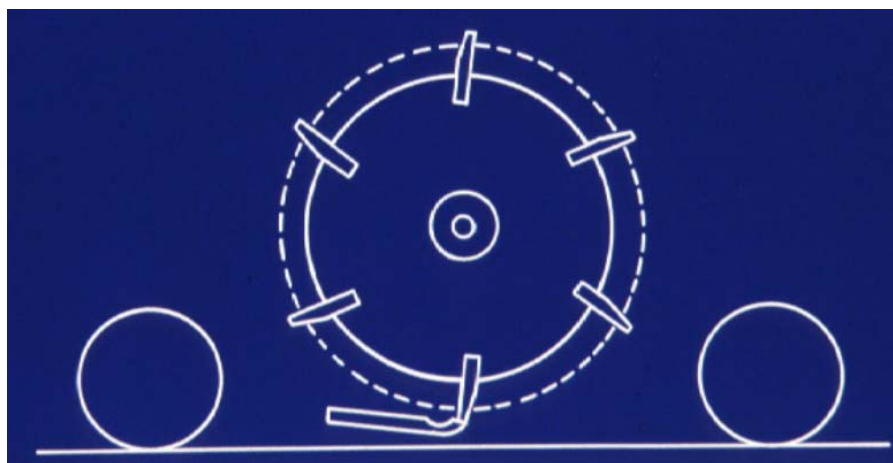

Figura 11. Esquema mostrando a posição do cilindro de encontro à contra-faca.
- . Cilindro move-se de encontro à contra-faca (figura 11)